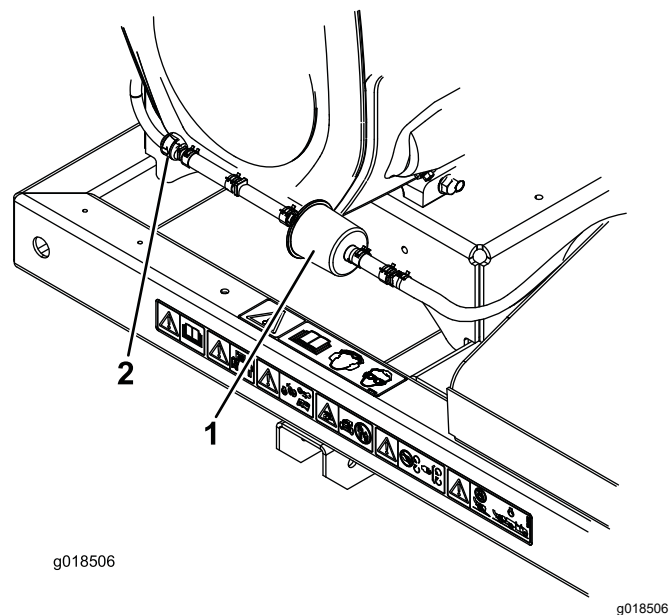

Рисунок 19
2. Переместите шланговые хомуты пружинного типа с обеих сторон угольного фильтра линии продувки в стороны от фильтра (Рисунок 19).
3. Снимите и удалите в отходы угольный фильтр (Рисунок 19).
4. Установите новый фильтр в шланг так, чтобы стрелка на фильтре была направлена в сторону обратного клапана, и зафиксируйте его шланговыми хомутами (Рисунок 19).